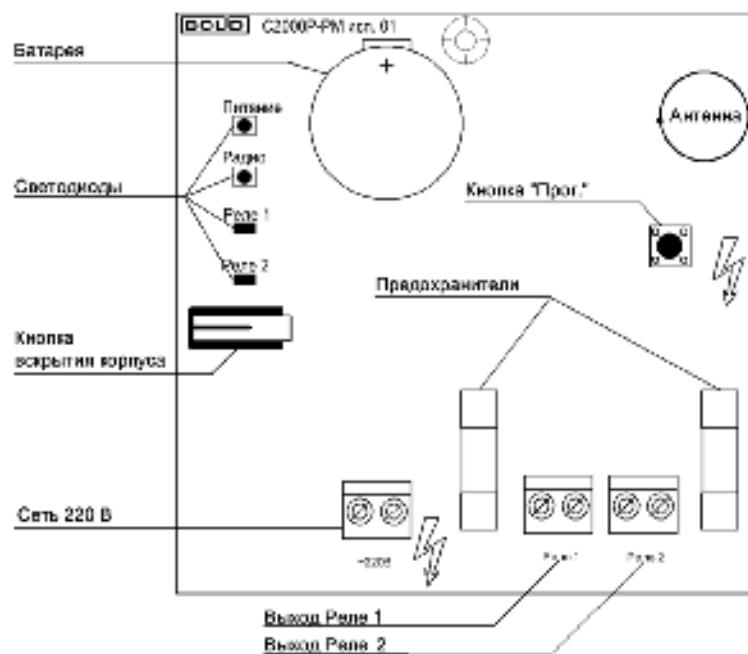

Рисунок 2.2 Расположение элементов на плате
- Зажать кнопку «Прог.» на плате модуля (см. Рисунок 2.2) на время более 3 секунд.
Тест качества связи запускается посредством короткого нажатия на кнопку «Прог.» на плате прибора (см. Рисунок 2.2). Запуск процедуры может занимать до 2 секунд, при этом прибор осуществляет анализ радиоэфира и регистрацию на оптимальном ПКП или ретрансляторе.